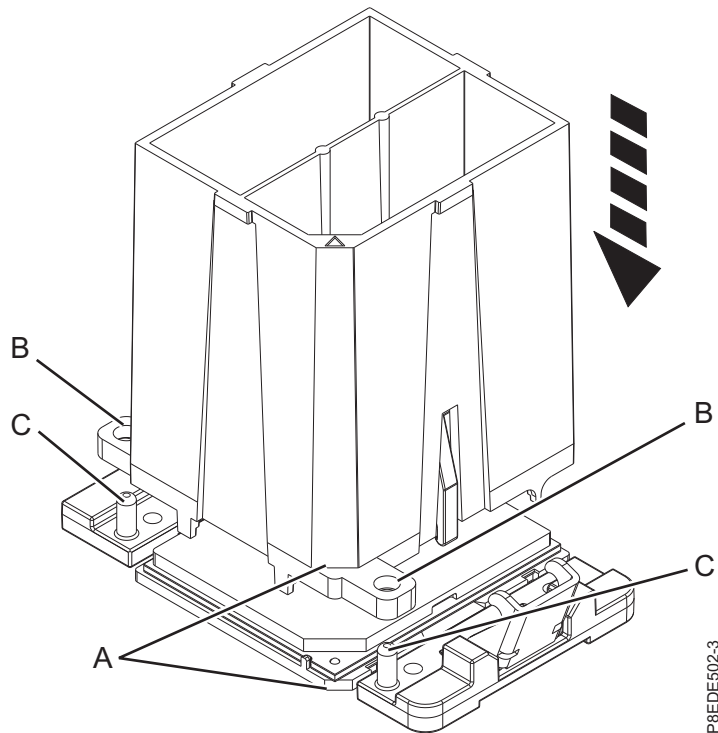

Abbildung 6. Ausbauwerkzeug auf das Systemprozessormodul herabsenken
- a. Richten Sie die abgeschrägte Ecke (**A**) des im Lieferumfang enthaltenen Werkzeugs an der abgeschrägten Ecke des Systemprozessormoduls aus, siehe Abb. 6 auf Seite 8.